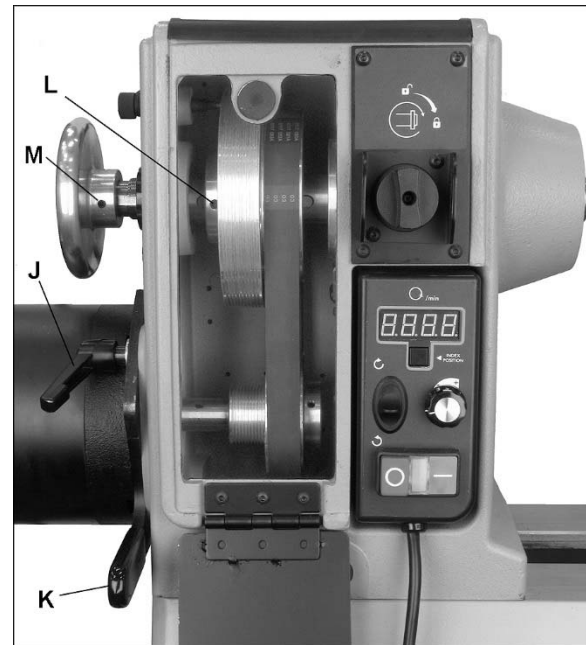

Figura 8-9: alineación de poleas/correas
3. Afloje la manija de traba de pivote (J, Figura 8-9) y levante la manija de tensión (K, Figura 8-9) para subir el motor. Apriete la manija de traba de pivote (J, Figura 8-9) para sujetar el motor en la posición subida.
5. Afloje la manija de traba de pivote (J, Figura 8-9) y baje el motor a la correa de tensión. Asegúrese de que las ranuras de la polea trapecial de la correa se asienten debidamente en la muesca correspondiente de la polea. No tense de forma excesiva; una presión muy ligera en la manija de tensión (K, Figura 8-9) es adecuada para impedir el patinaje de la correa.
6. Apriete la manija de traba de pivote (J, Figura 8-9).
Las poleas del motor y del husillo están alineadas por el fabricante, pero si se efectúa cualquier servicio que afecte su alineación es muy importante que se realíen. Para realinearlas, afloje los dos tornillos de presión en la polea del husillo (L, Figura 8-9) con una llave hexagonal, y deslice la polea del husillo a la posición apropiada. Vuelva a apretar los tornillos de presión.
2. Afloje la manija de traba (J, Figura 8-9) y levante la manija (K) para subir el motor.
3. Apriete la manija de traba (J) para sujetar el motor en la posición subida. Deslice la correa sacándola de las poleas.
4. Afloje dos tornillos de presión en el volante (M, Figura 8-9) con una llave hexagonal, y saque tirando el volante del husillo del cabezal.
- Si se reemplaza la polea del husillo, afloje los dos tornillos de presión (L, Figura 8-9), y deslice la polea sacándola del husillo. Instale la nueva polea del husillo, fijando sin apretar los dos tornillos de presión. Asegúrese de que la polea esté debidamente orientada.
- Reinstale el volante y apriete los tornillos de presión (M, Figura 8-9).
- Alinee la polea nueva (vea la sección 8.11) y apriete bien después los dos tornillos de presión (L, Figura 8-9) en la polea.
- Afloje la manija de traba (J) y deje que el motor se baje. No tense de forma excesiva; una presión muy ligera en la manija de tensión (K) es adecuada para impedir el patinaje de la correa.
- Vuelva a apretar la manija de traba (J).